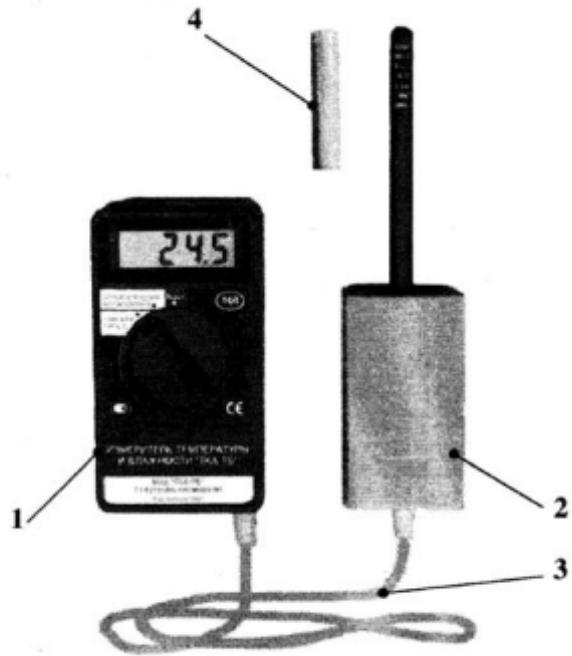

Рис.1. Внешний вид прибора "ТКА-ПКМ"(20).
5.1. Конструктивно прибор выполнен в виде двух функциональных блоков: блока обработки сигналов (1, Рис.1) и измерительной головки (2, Рис.1), соединённых между собой кабелем связи (3, рис.1).
7.1. Снимите защитный колпачок с зонда (4, Рис.1). Поместите прибор в зону измерений.